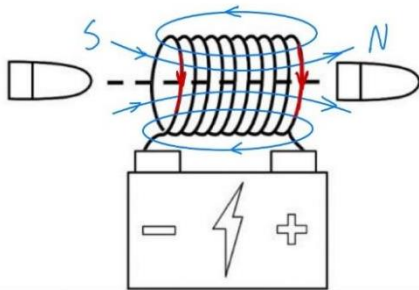
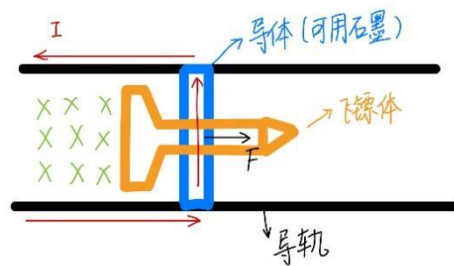

图 2-9.线圈炮示意图
图 2-10.轨道炮示意图
- 电磁炮发射，通过电容快速放电使线圈产生较大磁场推动炮弹发射。在论坛中规则答疑提问后官方的解释，电磁发射基本不受限制，只是上场前电容无法充能，只能在上场后充能，不过电容容值小充电很快，一般几秒即可。电磁炮只是一个笼统的名称，其主要有两种分类，一是线圈炮（图 2-9），二是轨道炮（图 2-10）。